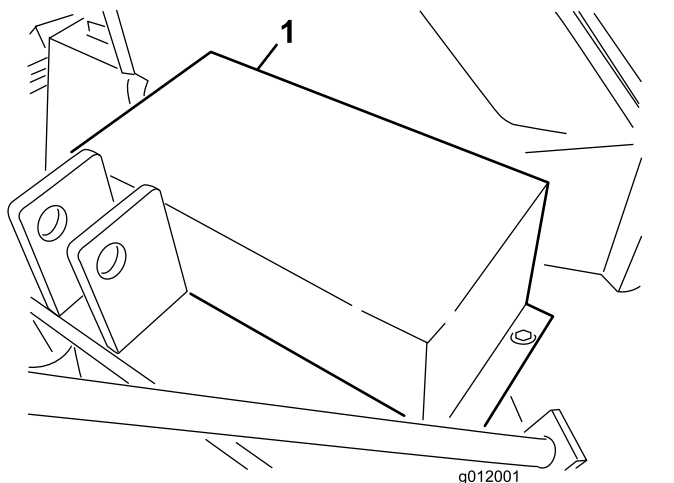

図 14
1. ベルトガードをブロアハウジングに固定しているキャップスクリュー、ワッシャ、ナットを外して、ガードを取り外す 図 14。
2. ベルトガードを取り外す 図 14。